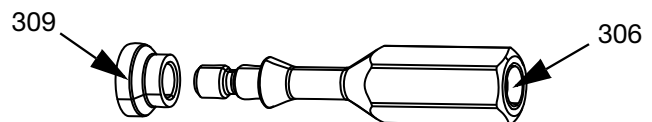

FIG. 15
5. Aplique o adesivo azul anaeróbio fornecido nas roscas do fundo da haste do pistão (410).
6. Volte a instalar o adaptador da haste (306) e aperte a um binário de 20 pol.-lbs (2.3 N•m) com uma chave ajustável ou chave de bocas de 6 mm.
7. Volte a montar a secção do líquido (E) e o bloco de saída (N).
8. Deslize a sede (307) para o adaptador da haste (306).
9. Deslize a sede do bico (309) para o adaptador da haste (306). Tenha em atenção a orientação da sede do bico e do adaptador da haste na FIG. 15.